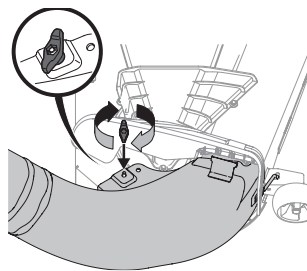

Figura 20
5. Fije el codo del canal de descarga en la plataforma de corte usando una perilla de aletas (720-04122) a partir de el paquete de herrajes 689-01419. Consulte la Figura 20.